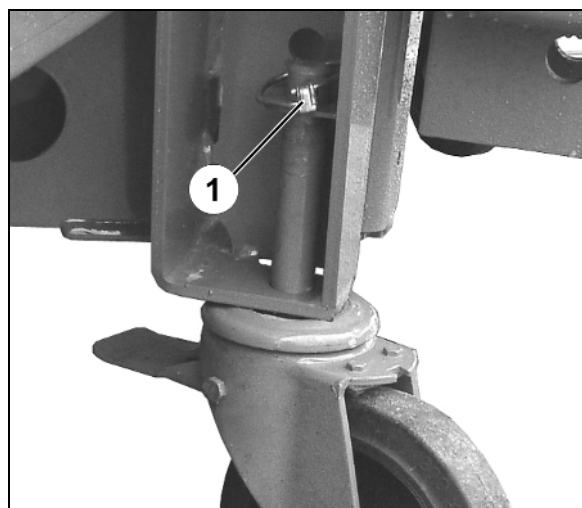

Bild 28
6. Fasta bromsrullar bak (Bild 28)
- o montera och fixera med låssprint (Bild 28/1),
Vid monteringen av de fasta rullarna måste man se till att bulten (Bild 28/2) går helt igenom hålet på ramen och fixerar rullarna i på längden.